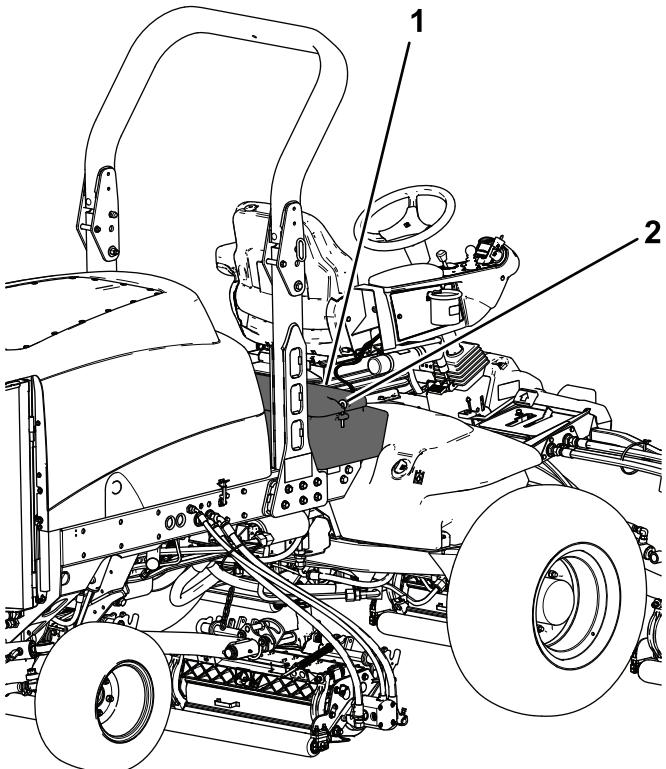

Figura 83
- Desenganche y levante el panel de la consola del operador (Figura 83).